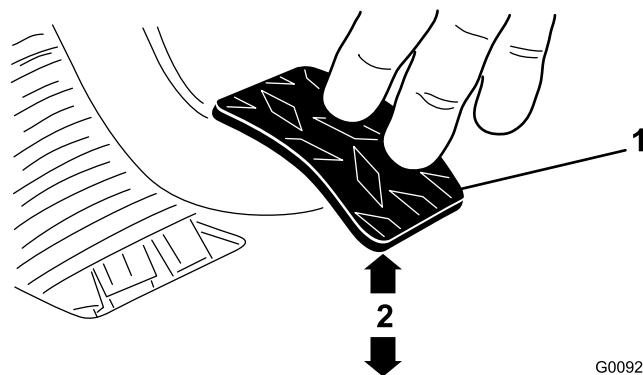

Figura 64
3. Reglai contrapiuliile sau articulaia sferică până când marginea din spate a pedalei de ambreiaj se află la 9,2 - 9,8 cm de partea superioară a plăcii de podea cu model diamant, atunci când aplicai pe pedală o foră de 1,8 kgf. (Figura 64).